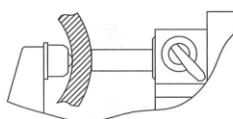

Рис. 4
6. Установите сферическую насадку на пятку микрометра, микрометр может измерять толщину трубы (рис. 4).